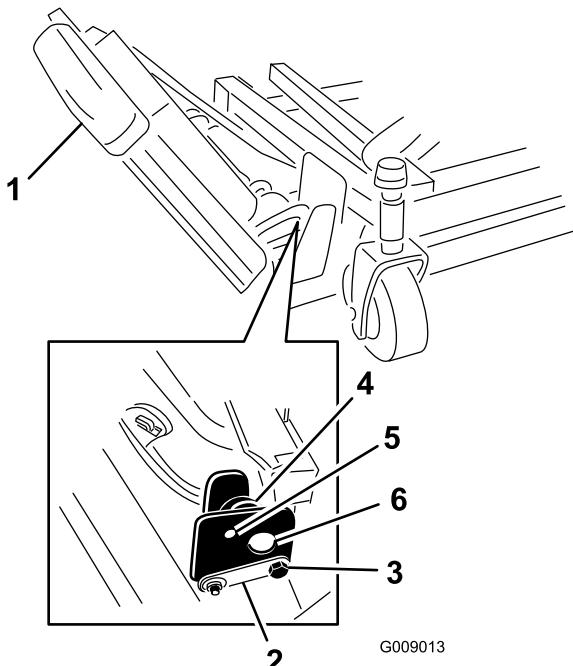

Figure 3
- Retirez les écrous qui fixent les boulons d'arrêt avant et arrière aux supports de l'ailette droite du plateau avant (Figure 3).
- Supportez l'ailette droite et retirez les boulons d'arrêt avant et arrière des supports du plateau (Figure 3). N'enlevez pas les excentriques situés entre les supports du plateau.